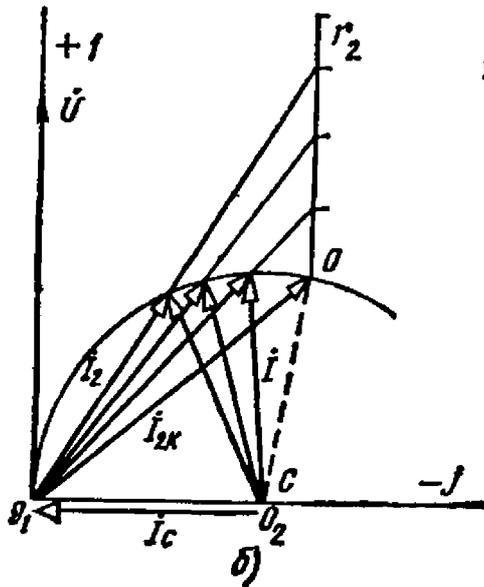

Рис. 4.31
4.31. Построить круговую диаграмму тока \dot{I}_2 для цепи схемы рис. 4.31, а, если комплексное сопротивление $Z_1 = (3 + j4)$ Ом, а
Ответ. Вектор суммарного тока \dot{I} определяется радиусом окружности тока \dot{I}_2 (рис. 4.31, б), а значение x_C — из соотношения